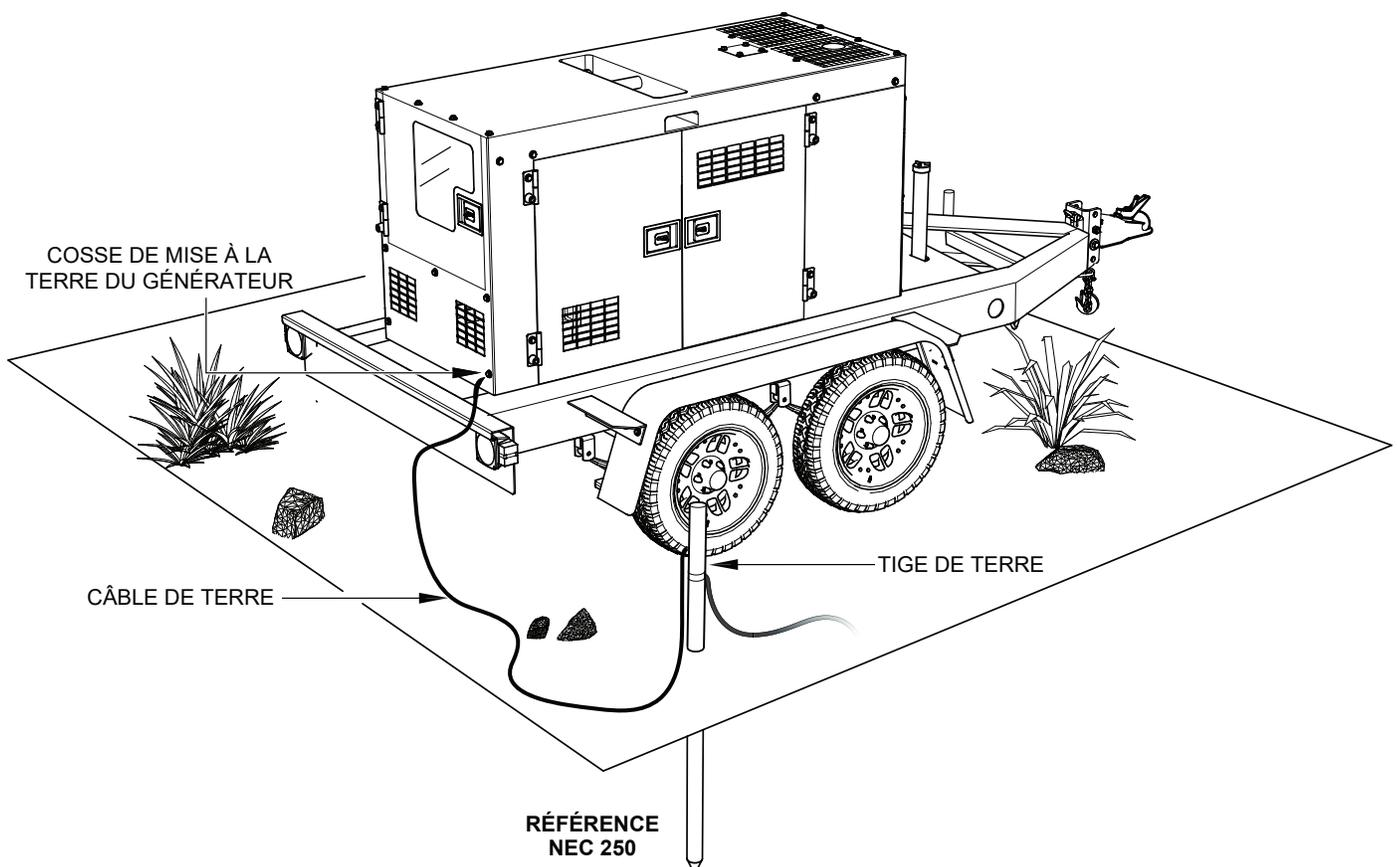

Figure 3. Application typique de mise à la terre d'un générateur
**EXEMPLE** de mise à la terre de l'appareil (Figure 3) si les conditions d'utilisation exigent un tel dispositif :